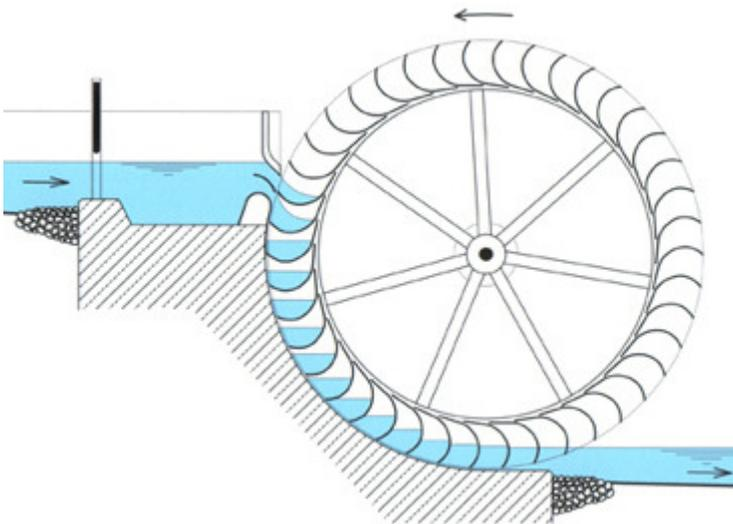

Abb. 5: Wasserrad rückenschlächtig (6)
**Abb.5:** Der Wassereintritt erfolgt *oberhalb* der Drehachse (mit Kropfausbildung). Die Radkranz-Zellen sind einzeln ventiliert, damit die Luft beim Wassereintritt entweichen kann.